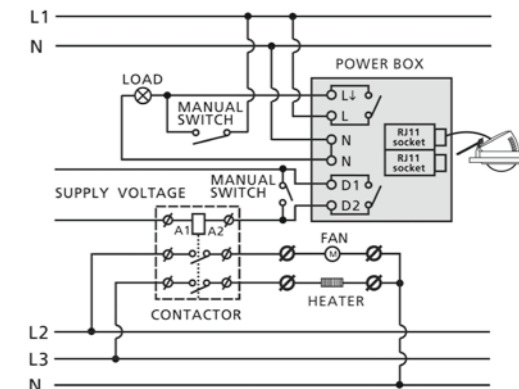

Fig. 3
6.2.1 PDFM362 controller (see Fig. 3).